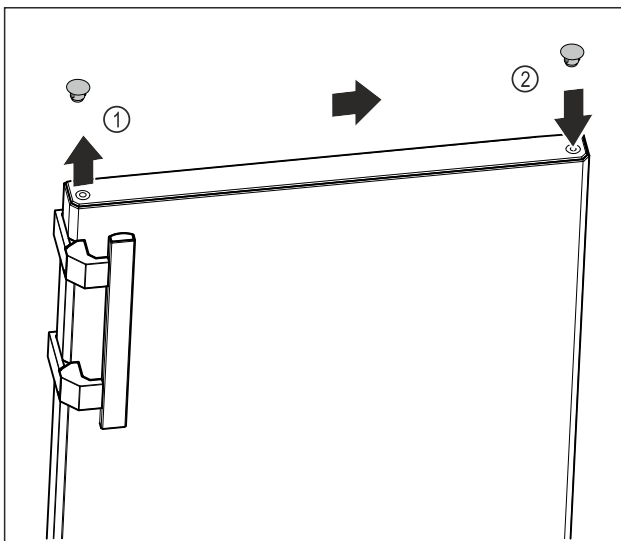

Fig. 18
- Осторожно поднимите заглушку в верхней части двери Fig. 18 (1) при помощи шлицевой отвертки.
- Установите заглушку на противоположной стороне. Fig. 18 (2)